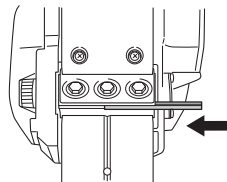

图 13
- (2) 如图 13 所示，使新的炭化刃在定位板 (B) 上移动并将其装上，使刀刃端会从刀刃座端伸出 1 mm。